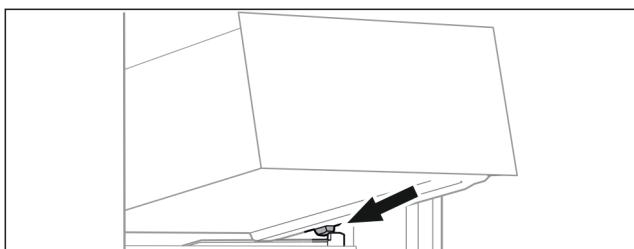

Fig. 55
- Nasadte zásuvku šikmo za zarážkami na rebro nádoby. (pozri Fig. 55)